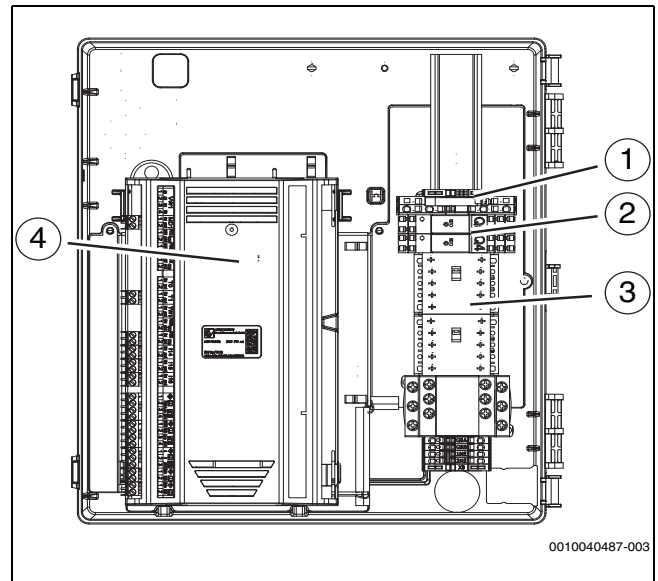

Bild 32 Anordnung der Komponenten im Klemmenkasten
- Anschlusskabel über die Kabelverschraubungen auf der Rückseite durch die Welschläuche führen. Eine Verlängerungsschnur verwenden. Die richtige Reihenfolge der Schläuche ist Abbildung 32 zu entnehmen.
- Kabel mit Kabelbindern an den Befestigungspunkten befestigen (→ Abbildung 32 [7] und [9]). Darauf achten, die Kabel nicht über Kreuz zu verlegen.